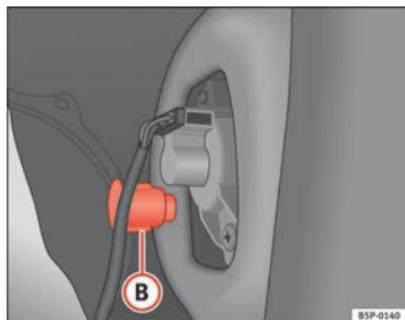

Fig. 197 Luz de presença/travão
- Desenrosque a peça de plástico ⇒ Fig. 197 (B) que fixa o farolim. Para iniciar a rotação, pode ajudar inserir uma chave de parafusos na referida peça.